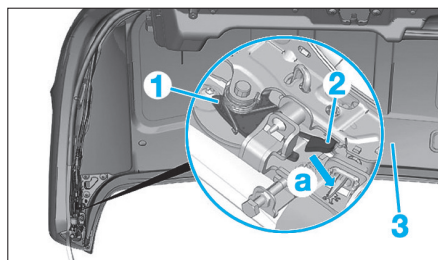

Fig. 114
- Déverrouiller la gâche inférieure (1) en poussant sur le crochet (2) et en écartant le couvercle de coffre (3) suivant "a" (Fig.114).